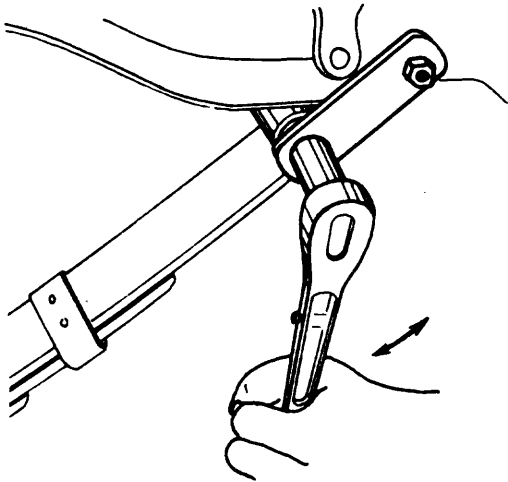

Fig. 3
- e Retire las tuercas y placas de los candados (fig. 3).